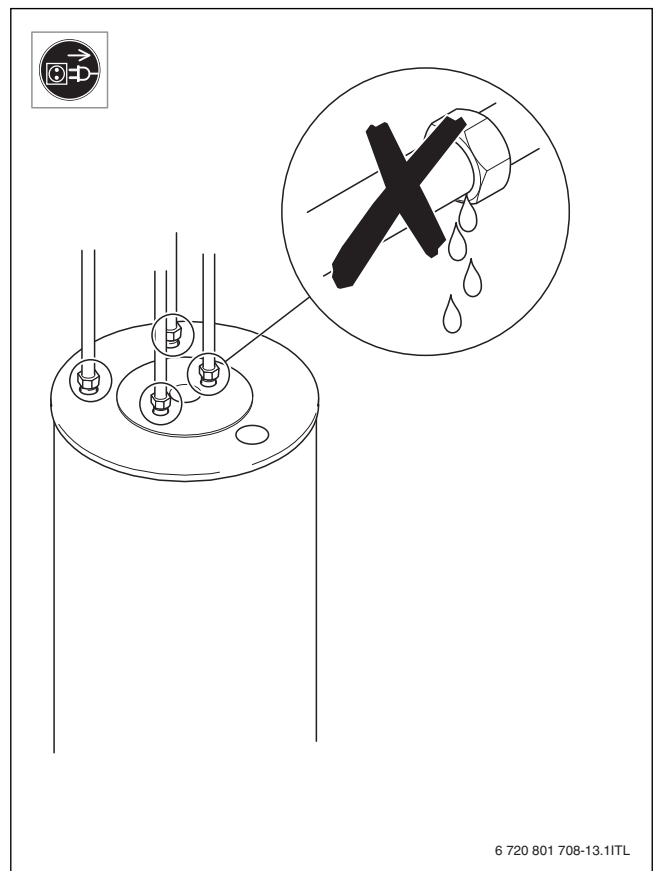

Fig. 13
- Vérifier l'étanchéité après le remplissage (→ fig. 13, page 68).